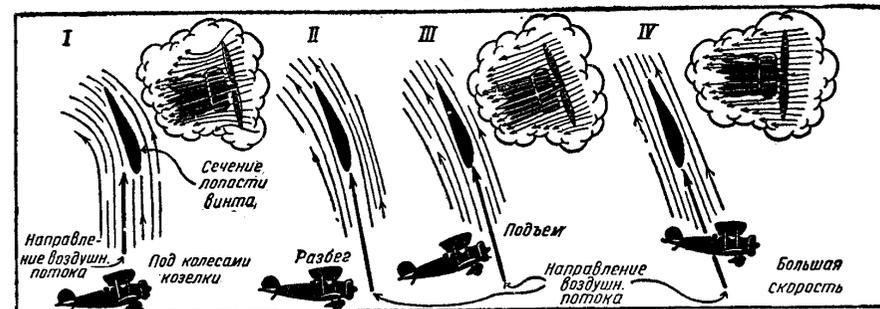

Рис. 130.
Рис. 130. На рисунке самолет заторможен в положении I, но предполагается, что мотор работает на полном газу. Винт увлекает большое количество воздуха, отбрасывая его назад. Частицы воздуха, проходя мимо лопастей винта, стремятся двигаться в направлении, указанном на рис. 130. Когда самолет стоит на месте, его вращающийся винт встречается с воздухом под максимальным углом атаки, который резко отличается от самого выгодного угла. Когда самолет набирает скорость на земле до взлета (II) и его лопасти врезаются